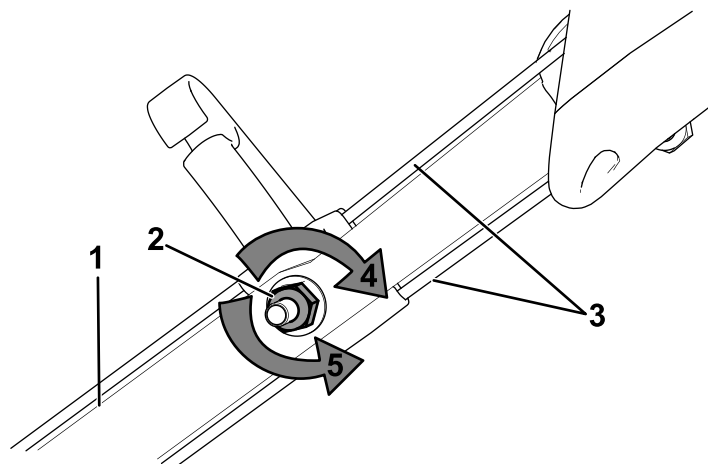

Figura 29
1. Rotii piulia de reglare în sens invers acelor de ceasornic pentru a slăbi cablul (Figura 29).
2. Ajustai tensionarea cablurilor (Figura 29) trăgându-le în spate sau în față în menținând poziția.